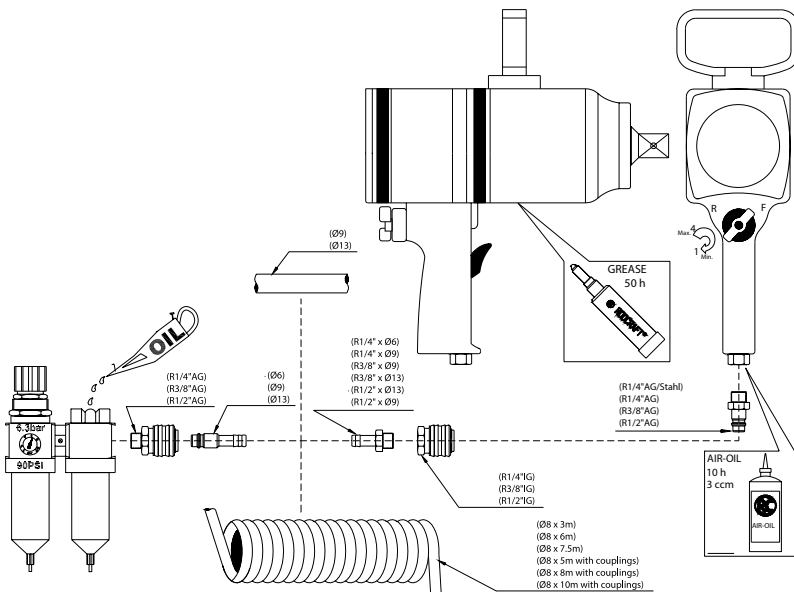
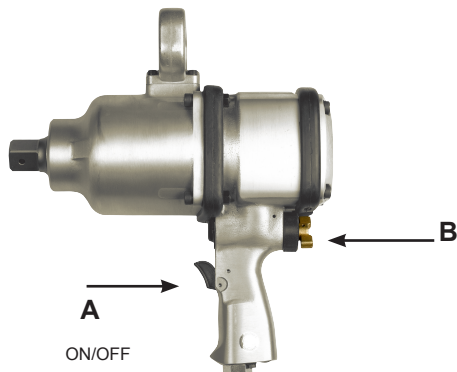

FIG. 01
FIG. 03
- Connect device as shown in Fig. 01 to a clean and dry air supply.
- To start the machine, pull the trigger (A). Machine speed is increase by increasing pressure on the trigger. Release the trigger to stop.
- To switch rotation, push the switch (B) as shown in Fig. 03.
- Use the reverse switch (B) only when the drive spindle comes to a complete stop. Changing the speed before the drive spindle stops may damage the machine.
- To adjust output power, turn the regulator (B) as shown in Fig. 03.
- Schließen Sie das Gerät wie in Abb.01 an eine saubere und trockene Druckluftquelle an.
- Um die Maschine zu starten, muss der Auslöser (A) gezogen werden. Der Druck auf den Abzug bestimmt die Geschwindigkeit des Motors. Um die Maschine zu stoppen, den Auslöser wieder freigeben.
- Zum Umstellen der Drehrichtung drücken Sie den Schalter (B), wie in Abb. 03 gezeigt..
- Den Umkehrschalter (B) nur verwenden, nachdem die Antriebsspinde vollständig angehalten hat. Änderung der Drehrichtung vor Halt der Spindel kann die Maschine beschädigen.
- Zum Einstellen der Ausgangsleistung drehen Sie den Regler (B), wie in Abb. 03 gezeigt.